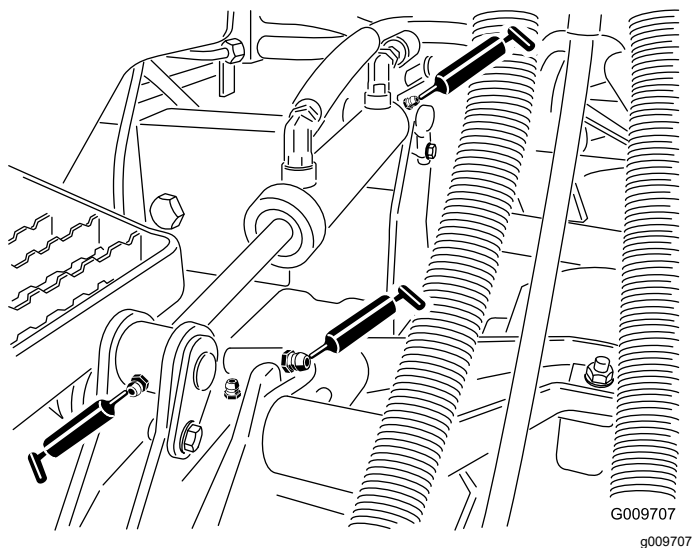

Рисунок 84
- Втулки подъемных рычагов (по 1 шт. на режущий блок), как показано на Рисунок 84
- Втулки подъемных цилиндров (по 2 шт. на режущий блок), как показано на Рисунок 84